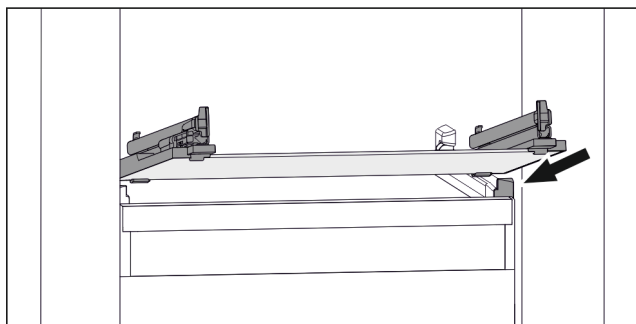

Fig. 130 Příklad znázornění skleněné desky
- ▶ Nasadte skleněnou desku šikmo za zářádky. (viz Fig. 130)